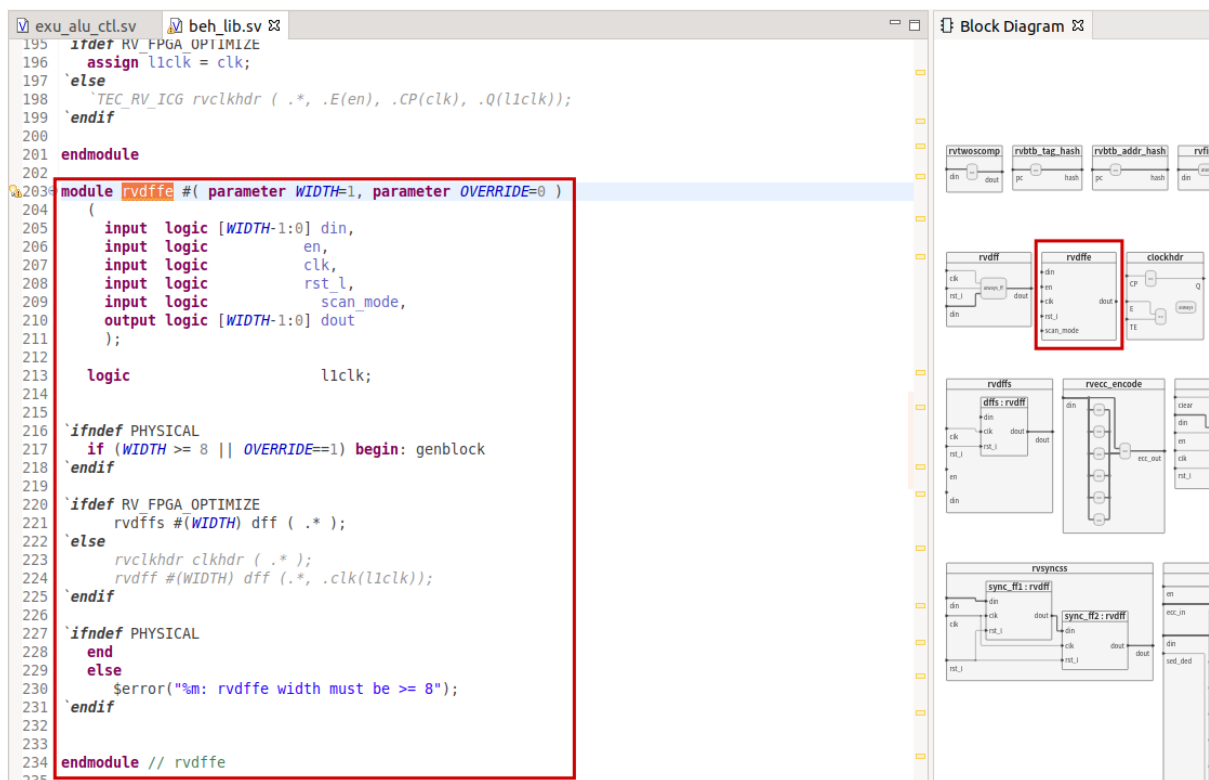

图11. 模块rvdffe
5. 最后，我们通过右键单击Verilog代码中的模块实例并选择“Open Declaration”（打开声明），在框图上打开一个模块声明。图11所示为在文件beh\_lib.sv中实现的模块rvdffe。